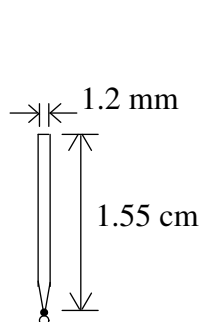

図 1: 結晶マウント用 Cu 棒。
- 結晶サンプルマウント用の Cu 棒は図 1 のとおり. 結晶を低温ワニスで先端に接着する. 先端はライフル弾頭のように細くするべし. 表面はエメリーペーパーである程度研磨しておく. 低温ワニスが悪くなじむ? 研磨はボール盤の先に所定の長さにカットした, 直線状の銅線を取り付けて, 回転させながらエメリーペーパー, 金属ヤスリで研磨すると楽で, 且つ仕上がりが良い. 研磨後はアセトンなどの有機溶剤で, 表面を洗浄しておくとなお良い.